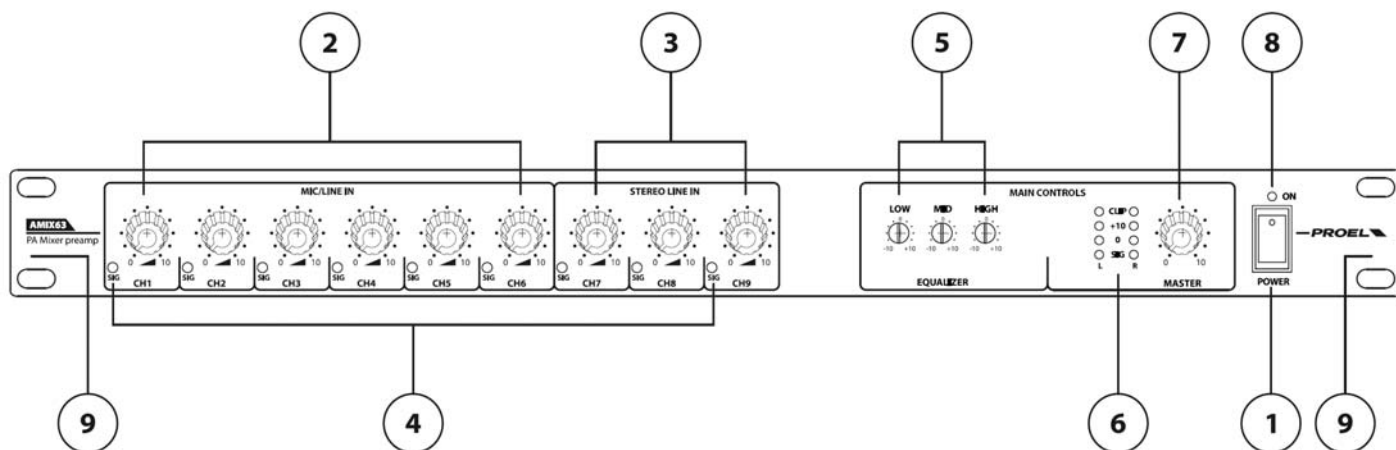
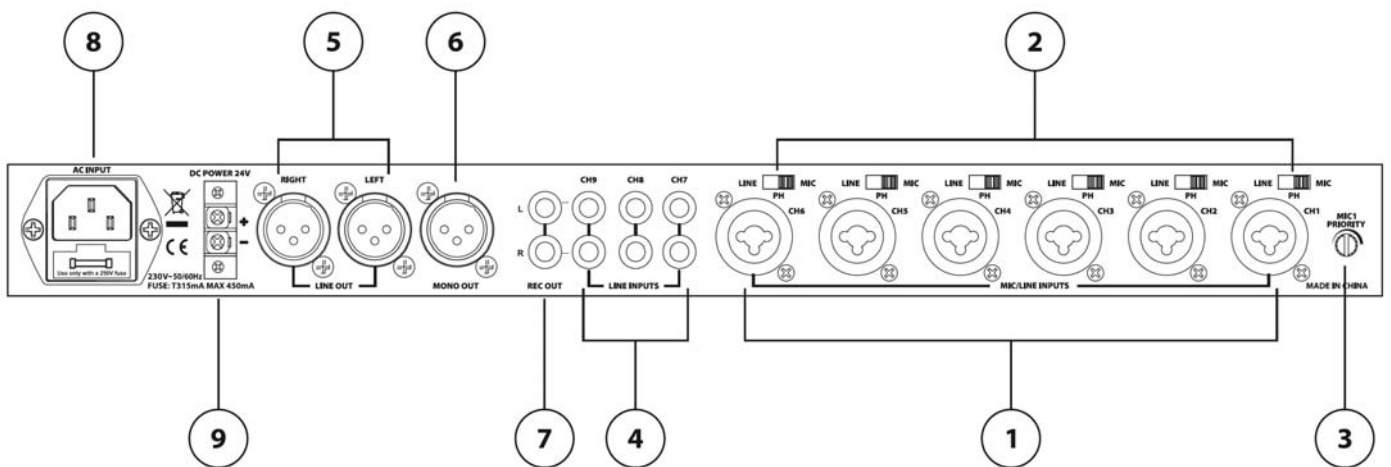

fig.1
fig.2
Consente di regolare il livello sull'uscita L, R e MONO OUT (fig.2 rif.5, 6)
Ogni singolo ingresso stereo può essere utilizzato per collegare due ingressi di linea provenienti da due sorgenti sonore (ad esempio due radiomicrofoni), l'unico inconveniente è che sarebbero gestite dallo stesso controllo di livello (fig.1 rif.3)
- Per accendere l'apparecchio portare l'interruttore d'accensione (fig1, rif.1) in posizione ON.
- Collegare le sorgenti sonore agli ingressi sul pannello posteriore (fig2, rif.1,4)
- Per gli ingressi 1~6 impostare il selettore LINE- MIC PH – MIC (fig2, rif.2) a seconda del tipo d'ingresso collegato. Posizione **LINE** per segnali di livello linea (lettori CD, sintonizzatori AM/FM, ecc.); posizione **PH** per microfoni che necessitano di alimentazione phantom (electrete - condensatore); posizione **MIC** per microfoni dinamici
- Ogni canale d'ingresso ha un controllo di volume indipendente (fig.1 rif.2,3) che consente di stabilire il volume di ascolto desiderato.
- Controlla la presenza di segnale in ogni canale tramite il led SIG (fig.1 rif. 4).
- Regolare il livello delle uscite L - R (fig.2 rif.5) e MONO OUT (fig.2 rif.6) mediante la manopola MASTER (fig.1 rif.7). Per ottenere un buon volume d'ascolto senza aver problemi di distorsione regolare il potenziometro mantenendo il livello d'uscita in maniera che l'indicatore di CLIP non rimanga acceso.